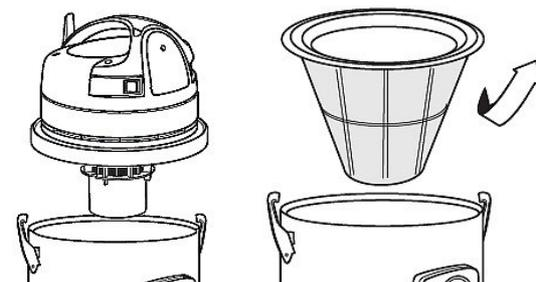

Abb. 11: Austausch des Filters
Schritt 1: Öffnen Sie vorsichtig den Behälter des Spezialsaugers und entfernen Sie den Filter (Abb.11).